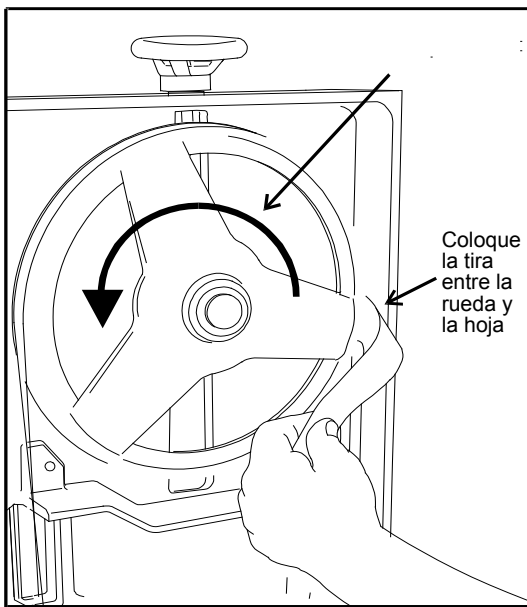

Figura 13: Revisión de la separación hoja-a-rueda usando tiras de papel
8. Use el tornillo simple hexagonal de ajuste para parar el movimiento de la hoja sobre la rueda a medida que se acerca al reborde de la rueda. Coloque una tira de papel de 6 pulgadas entre la hoja y la rueda según se ilustra en la figura 13. El papel no debe cortarse mientras pasa entre el reborde de la rueda y la hoja.